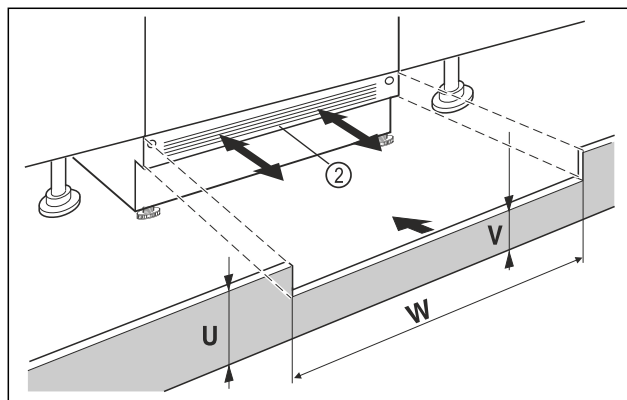

Fig. 12 Voorbeeldweergave
- Plaats de afdekking van de onderkant van het apparaat Fig. 12 (2) maar zet hem nog niet vast.
- Als de sokkelafdekking Fig. 12 (2) zichtbaar is, trek het dan naar voren totdat de voorkant van het ventilatierooster en de sokkelafdekking van het meubel gelijk zijn.
- Bij een verborgen sokkelafdekking Fig. 12 (2), deze gehele naar achteren schuiven.
- Controleer of de ventilatiesleuven volledig vrij zijn: Snijd indien nodig de hoogte van de sokkelafdekking Fig. 12 (U) op maat!
- ▷ Pas de hoogte van de balk onder de sokkelafdekking van het apparaat Fig. 12 (W) aan de breedte Fig. 12 (V) van de nis Fig. 12 (2) aan.